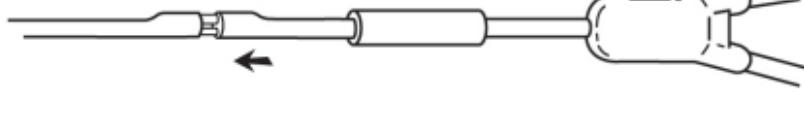

Fig. 5
- Far scivolare la cannula metallica corta e quella lunga nei lumi del catetere finché l'estremità del catetere sostitutivo si trovi a circa 3 mm dall'estremità del catetere. (Fig. 5)